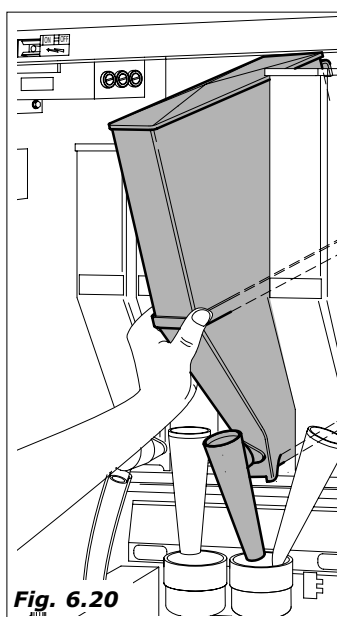

Fig. 6.20
- desmontar todos los contenedores de producto del distribuidor (Fig.6.20)